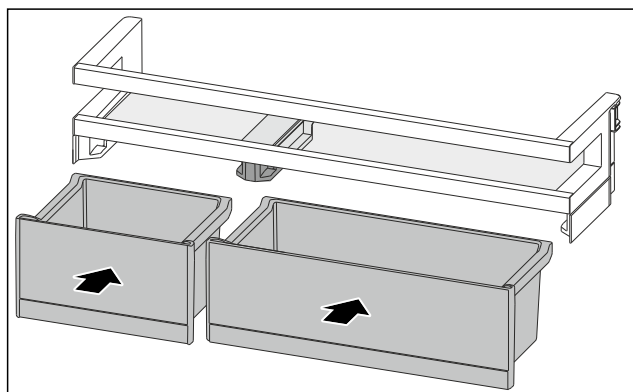

Fig. 113
- Włożyć VarioBox w innym rozmieszczeniu. (patrz Fig. 113)